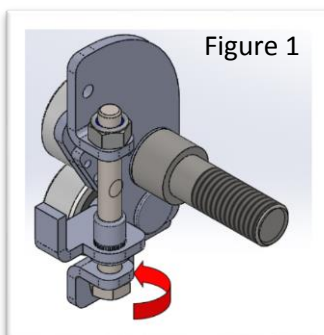

Figure 1
- Réglage de la tension de la chaîne en tournant la vis dans le sens horaire (Figure 1).